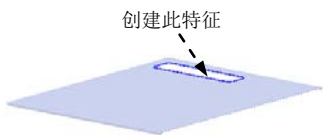
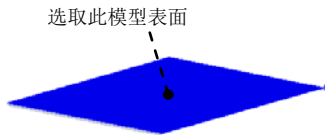
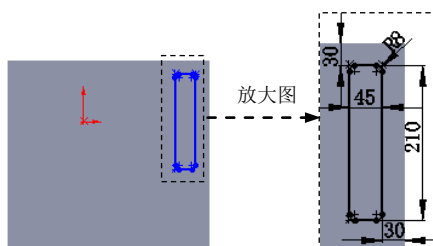

图 17.10.56 创建切除—拉伸 1
图 17.10.57 定义草图平面
图 17.10.58 横断面草图
Step4. 创建图 17.10.56 所示的切除—拉伸 1。选择下拉菜单 **插入(I)** → **切除(C)** → **拉伸(L)...** 命令；选取图 17.10.57 所示的表面作为草图平面，绘制图 17.10.58 所示的横断面草图；在 **方向1** 区域的  下拉列表中选择 **给定深度** 选项，选中 ☒ **与厚度相等(L)** 复选框与 ☒ **正交切除(N)** 复选框。其他采用系统默认设置值。单击按钮，完成切除—拉伸 1 的创作。